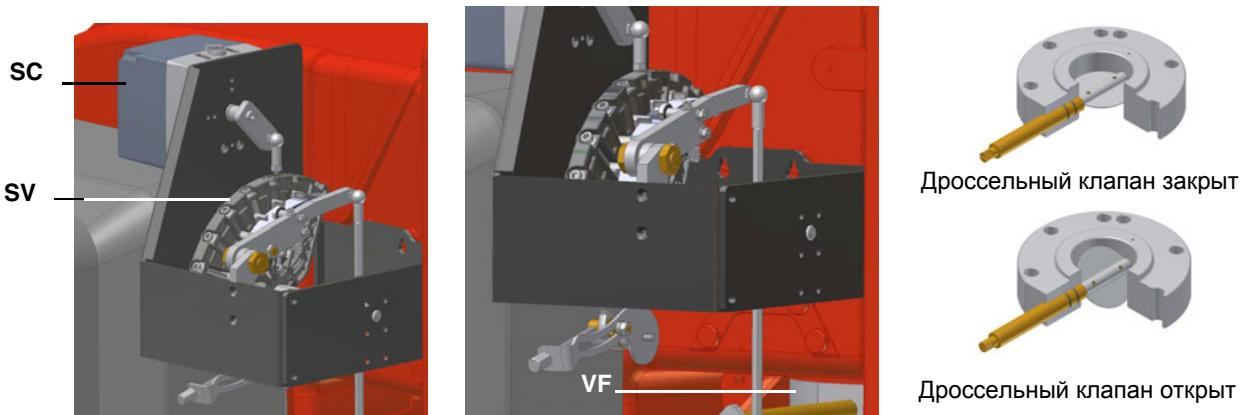

Рис. 14
- 7 установить вручную варьируемый сектор SV (см. Рис. 14) в положение большого пламени, проверяя постоянно содержание уходящих газов, и заблокировать его на желаемом положении, установив сервопривод в положение автоматической работы AUTO (с помощью соответствующего переключателя - см. фото)
- 12 После регулировки расхода воздуха и газа на максимальной мощности, приступить к регулировке всех точек варьируемого сектора **SV** (см. Рис. 14), вплоть до точки минимальной мощности, для этого смещая постепенно варьируемый сектор и регулируя каждый винт **V**, до тех пор пока Вы не настроите профиль стальной пластиинки, действуя так, как описано в последующих пунктах.
- 13 для того, чтобы изменить положение сектора **SV** (см. Рис. 14), установить сервопривод на режим MAN, повернуть сектор и вновь установить сервопривод в режим AUTO, для того, чтобы заблокировать сектор;
- 14 воздействовать на винт **V** (см. Рис. 14), соответствующий двум подшипникам напротив на варьируемом секторе;